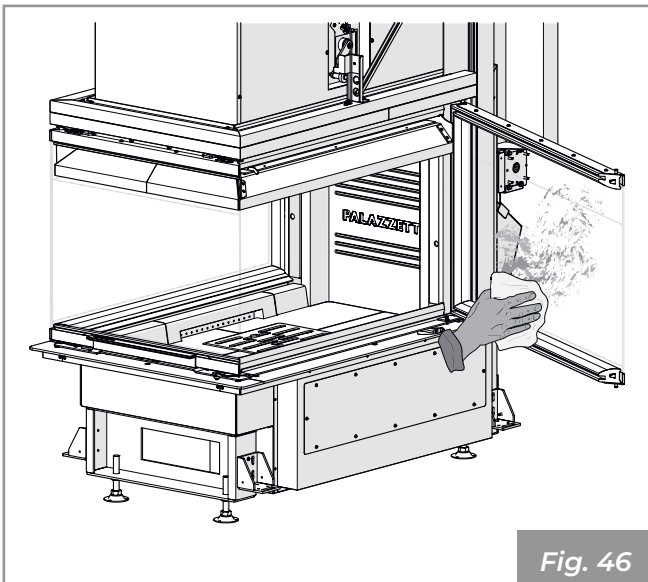

Fig. 46
- 3) Pulire il vetro con un panno umido o con della carta inumidita e passata nella cenere (Fig. 46). Si possono anche usare dei detergenti adatti per la pulizia dei forni da cucina.